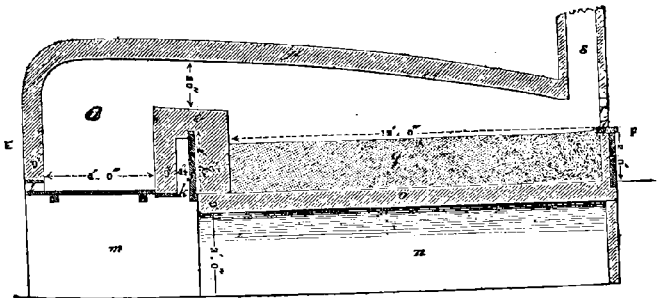

Fig. 11. Four pour le traitement des pyrites cuivreuses.
n'arrive à obtenir du cuivre pur qu'après plusieurs opérations. On emploie pour le grillage des minerais de cuivre des fours à reverbère (fig. 11) (1).